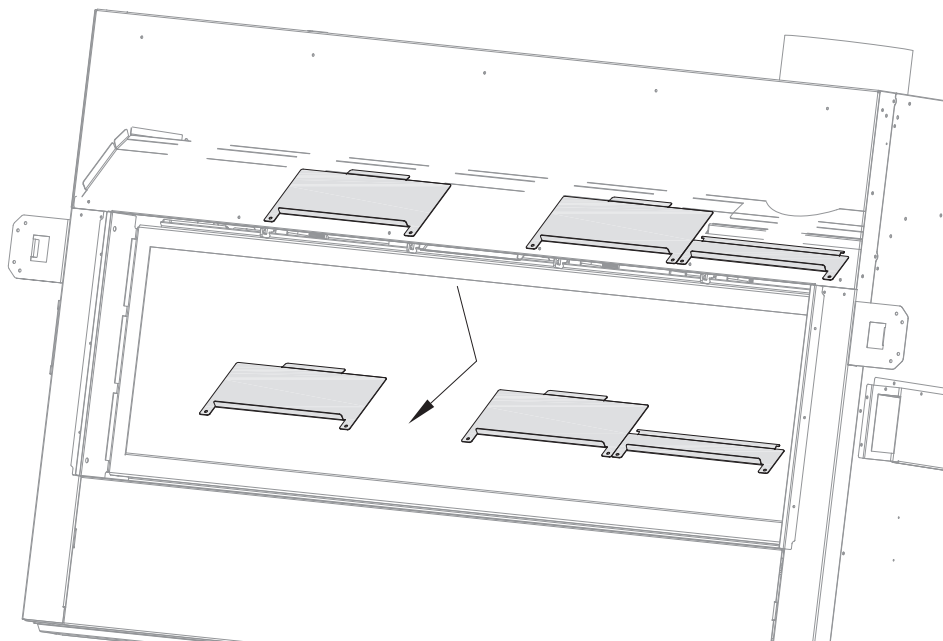

Figure 4.8 - Retrait des déflecteurs de convection
3. Repérez les déflecteurs de convection, montrés à la Figure 4.8. Derrière le rebord supérieur de l'ouverture du foyer, il y a (2) qui retiennent chacun des trois déflecteurs de convection situés à chaque face du foyer double face (six déflecteurs en tout). Retirez du foyer les vis et les déflecteurs de convection. Jetez (ou recyclez) les déflecteurs de convection. Voir la Figure 4.3 qui montre le trajet de l'air, après avoir retiré les déflecteurs.